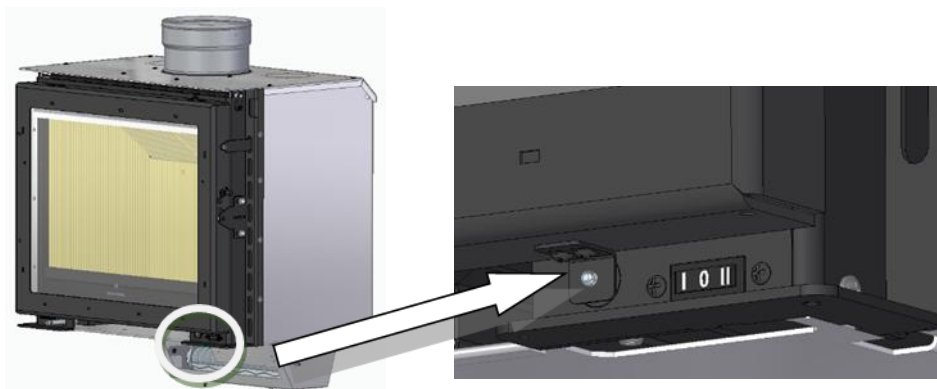

Figura 53 – Ajuste de la manilla de la puerta, funcionamiento del microinterruptor
d. Después de colocar los componentes en la unidad, debe ajustar la lengüeta debajo de la puerta para que la puerta después de cerrar la lengüeta accione el microinterruptor, ver Figura 53.